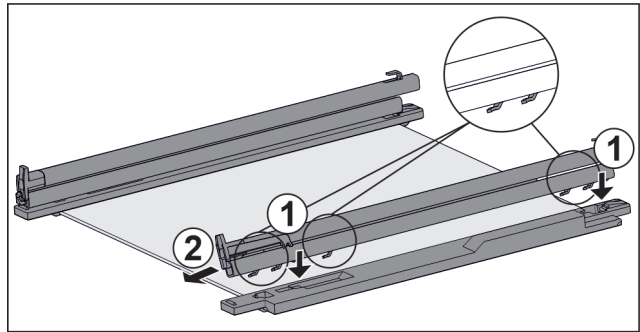

Fig. 154 Placa de cristal con rieles y piezas de soporte
- ▶ Coloque los ganchos del riel en las aberturas de la pieza de soporte **izquierda**. Fig. 154 (1)
- ▶ Tire del riel hacia adelante. Fig. 154 (2)
- ▶ Coloque los ganchos del riel en las aberturas de la pieza de soporte **derecha**. Fig. 154 (1)